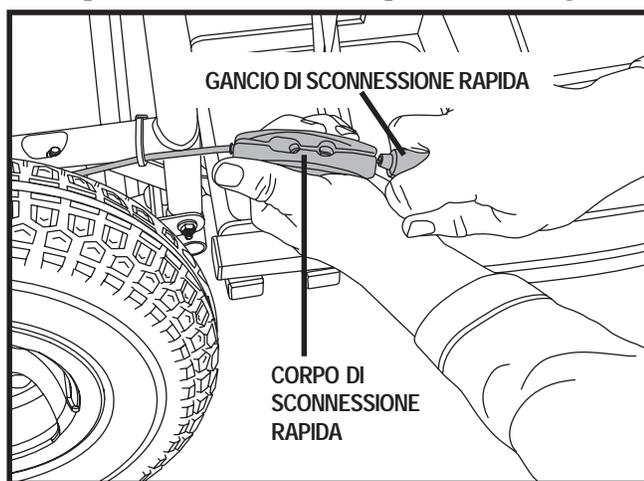

Figura 23. Cavo del freno manuale a rapida sconnessione
1. Individuare il corpo di sconnessione rapida. Vedere figura 23.